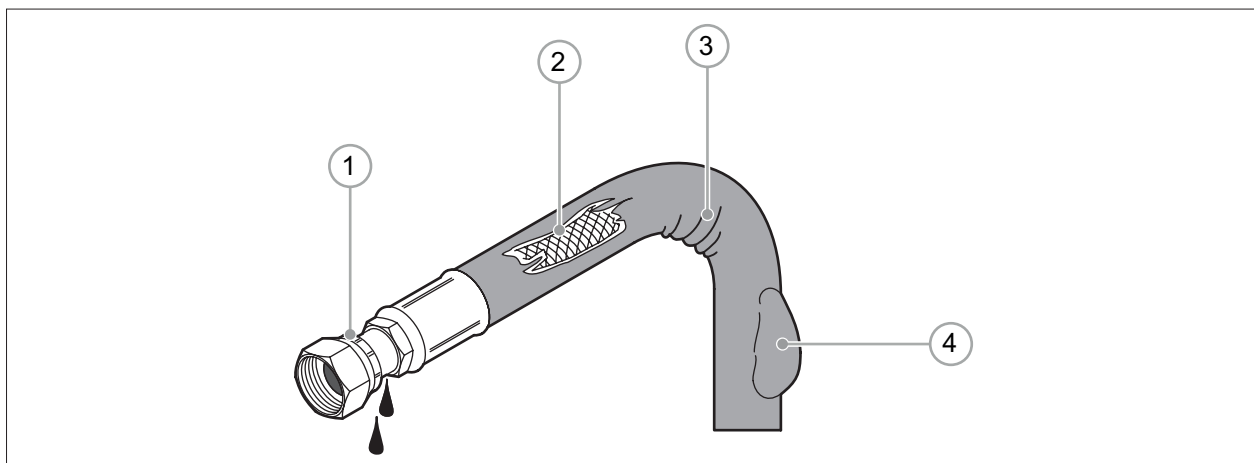

РИС. 37
3) Если есть какие-либо признаки повреждения, не работайте на машине, пока не будет сделан ремонт. Некоторые примеры общего повреждения гидравлического шланга показаны на **РИС. 37**.